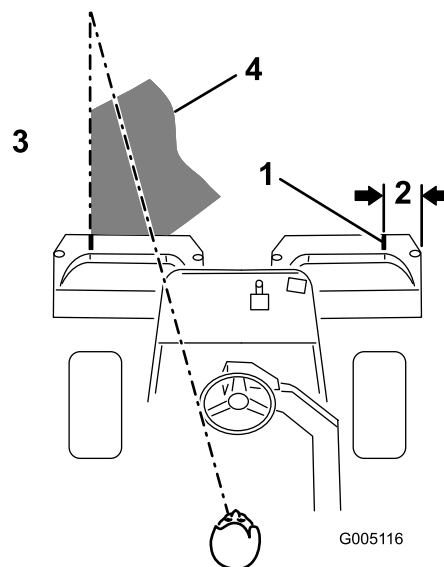

Figure 23
**Remarque:** Pour vous aider à traverser le green en ligne droite et à maintenir la machine à égale distance du bord de la passe précédente, imaginez une ligne de vision imaginaire à environ 1,8 à 3 m en avant de la machine jusqu'au bord de la partie non coupée du green (Figure 23). Faites passer la ligne de vision par le bord extérieur du volant, c.-à-d. de maintenir le bord du volant aligné sur un point se trouvant toujours à la même distance par rapport à l'avant de la machine.